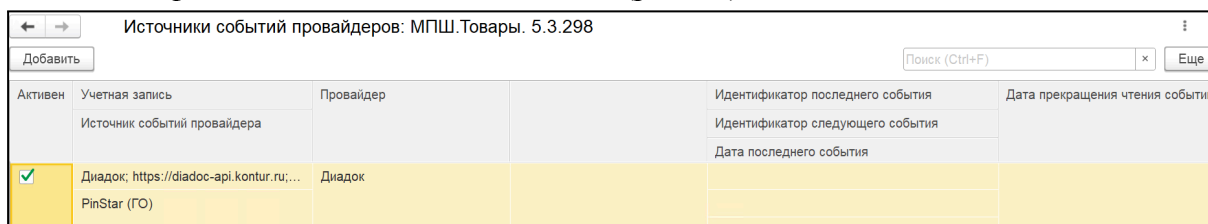

Рис. 79. Установка активности учетной записи
3. Установите флажок , что запись активна (рис. 79).